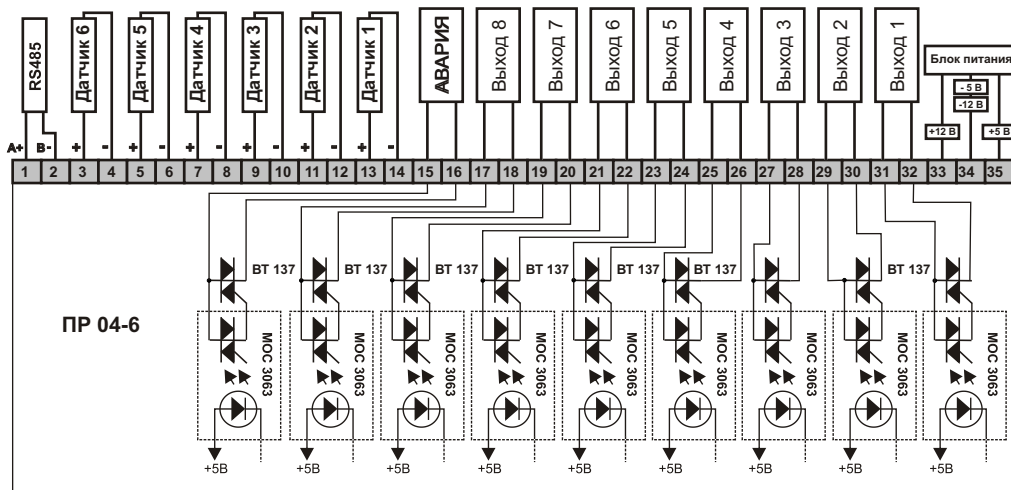

Рис. 1
* При серийном производстве приборов в качестве выходов устанавливаются симисторы VT 137, как указано на рис. 1 (При полной комплектации - 8 регулирующих выходов). Под заказ могут устанавливаться реле или аналоговые выходы. В этом случае общая схема подключения не изменяется и соответствует приведенной на рисунке 1.